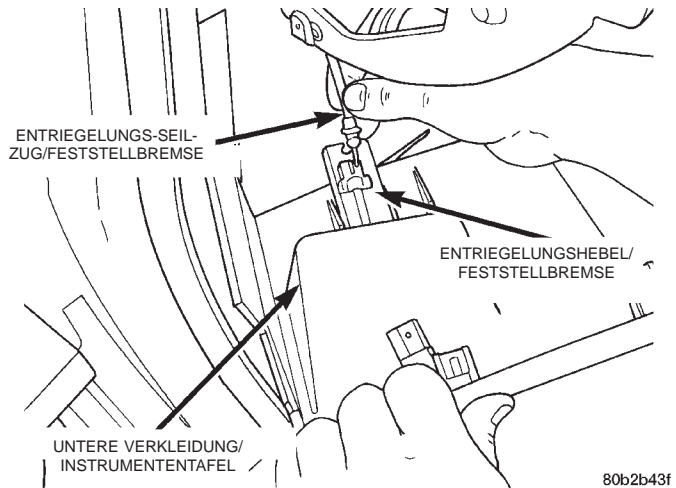

Abb. 65 Entriegelungs-Seilzug/Feststellbremse
(12) Den Entriegelungs-Seilzug der Feststellbremse vom Entriegelungshebel der Feststellbremse in der unteren Instrumententafel-Verkleidung lösen (Abb. 65).